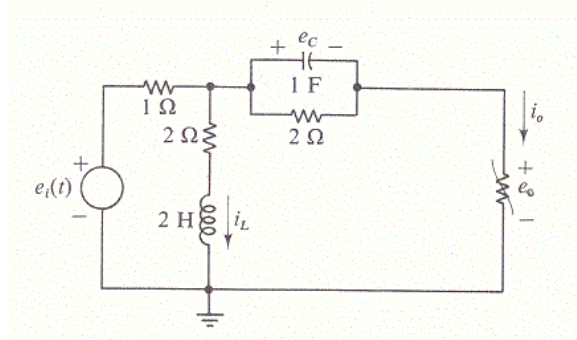

Figura P1
1. Para el circuito de la Figura P1 la resistencia no lineal está descrita por la ecuación: